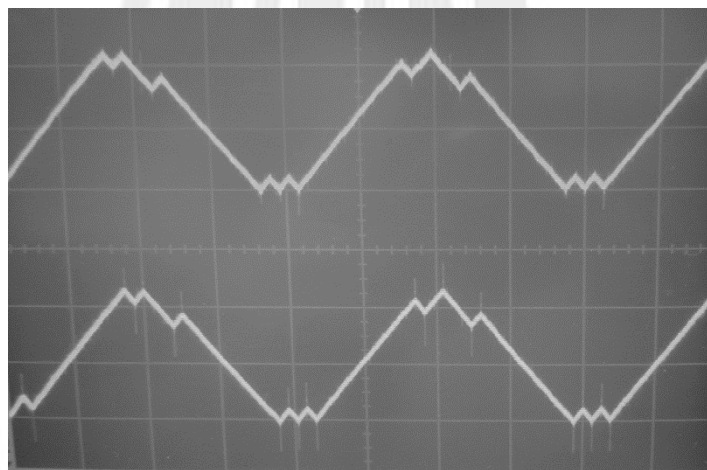

Figura 6.8 Comparación entre TP6 y TP11.
9. Ajustar el control de ganancia (RV4) y el nivel de salida del filtro paso bajas RV2 de modo que se obtengan en el osciloscopio las formas de onda relativas a las señales reconstruidas (Figura 6.8).